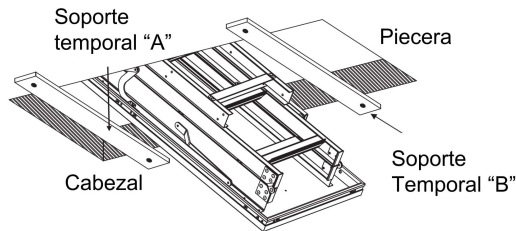

FIGURA 11 : COLOCACIÓN DE LA ESCALERA DE ÁTICO EN LA ABERTURA DE TECHO
H. Ambos instaladores necesitan trabajar juntos para posicionar la escalera de ático en los soportes temporales. Cuando el instalador #2 este en el ático y listo para asistir. El instalador #1 levantará la escalera de ático hasta la abertura. Ver **Figura 11**. No debe subirse a una escalera mientras sube la escalera de ático, o podría caerse. Si la altura de techo a piso o el peso de la escalera de ático dificultan o hace impráctico el levantamiento, asegure una cuerda a la escalera de ático después el instalador #2 puede ayudar jalando la cuerda para subir la escalera de ático hacia la abertura del techo y colocarla sobre los soportes temporales.